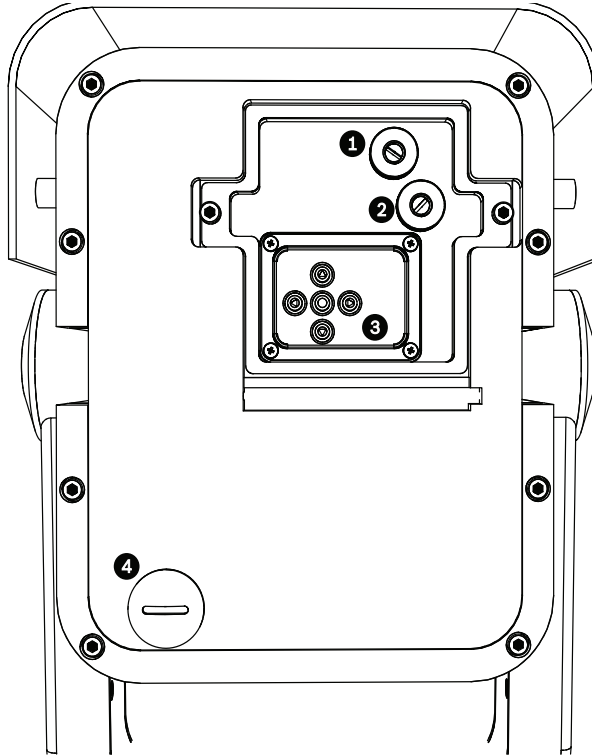

Figure 4.2 Caméra et LED
3. Ouvrez le panneau d'accès. Vous pouvez à présent régler les commandes pour la mise au point, la distance focale et l'inclinaison des LED (voir *Figure 4.2* ci-dessous).
1. Utilisez la vis de réglage supérieure (élément 1, *Figure 4.2*) pour régler la mise au point :
2. Utilisez la vis de réglage inférieure (élément 2, *Figure 4.2*) pour régler la distance focale (petite ou grande) :